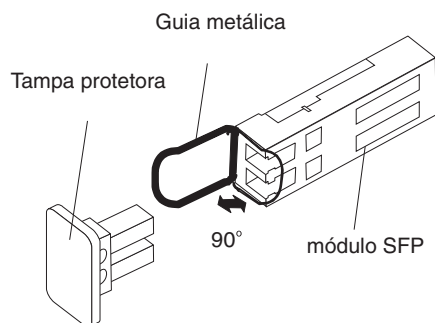

Figura 18. Destravando a Trava do Módulo SFP - Variedade Metálica
- Para módulos SFP que contêm guias metálicas, destrave a trava do módulo SFP puxando a trava metálica 90° para fora, conforme mostrado na Figura 18 na página 32.